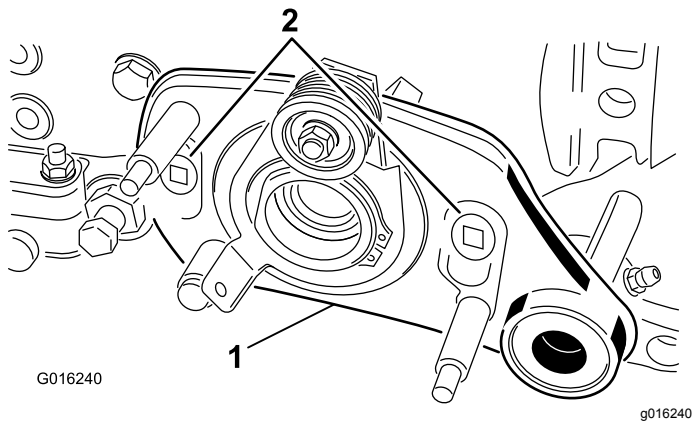

图 10
- 将疏草刀驱动板组件放到滚刀组机架上并用 2 个轴肩螺栓将其固定到机架上图 10。确保驱动板在安装后可以自由旋转。